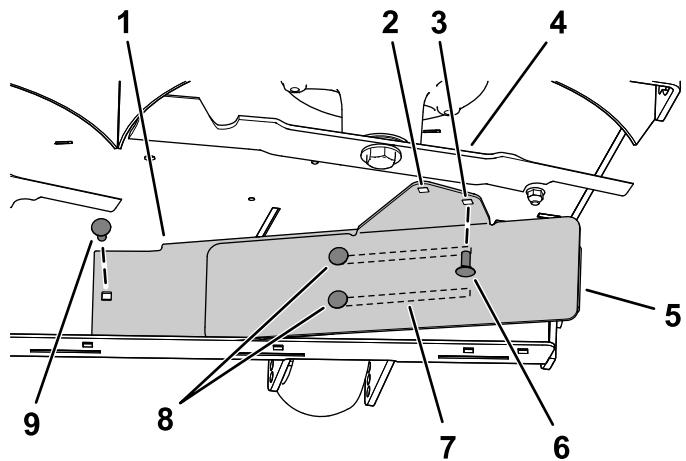

Figure 10
3. Fixez le côté gauche du déflecteur à l'aide d'un boulon de carrosserie (5/16" x 3/4") et d'un écrou à embase (5/16"), comme montré à la Figure 10.
4. Desserrez les 2 boulons de carrosserie (5/16" x 3/4") dans les fentes du déflecteur et faites glisser le déflecteur jusqu'à ce que le trou soit en face du trou dans le plateau de coupe (Figure 10).
5. Montez le déflecteur comme montré à la Figure 10.
- Important:** Veillez à utiliser le trou correct pour le déflecteur ; voir Figure 10.
6. Serrez les 2 boulons de carrosserie (5/16" x 3/4") dans les fentes du déflecteur (Figure 10).